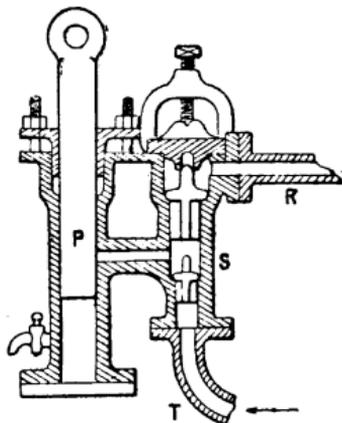

Fig. 513.
**POMPE ASPIRANTE ET FOULANTE.** — Cette pompe (fig. 513) aspire et refoule par le moyen d'un piston simple ou double, soit